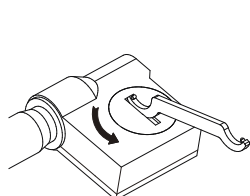

рис. 1
---Поверните крышку батарейного отсека против часовой стрелки с помощью гаечного ключа (рис. 1), затем снимите ее.